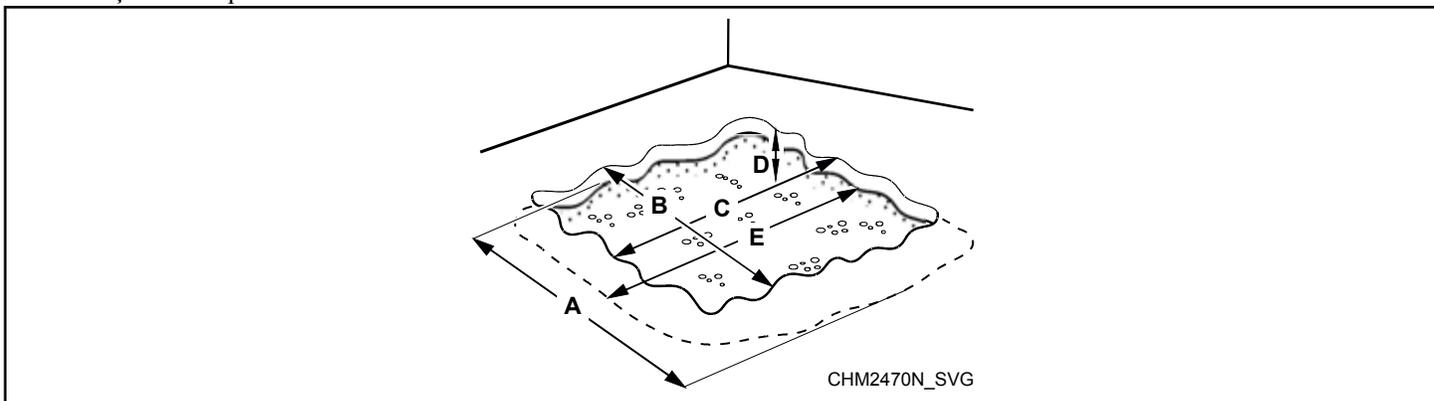

Figura 8
1. Abrir um buraco com área maior do que a área da máquina no piso existente; consulte *Figura 8*.
7. Fixar a nova base ao piso existente com quatro (4) barras de reforço (60 ksi), garantindo que as barras de reforço ficam ligadas nas interseções e que são utilizados suportes adequados para manter as barras de reforço na profundidade correta dentro da base.